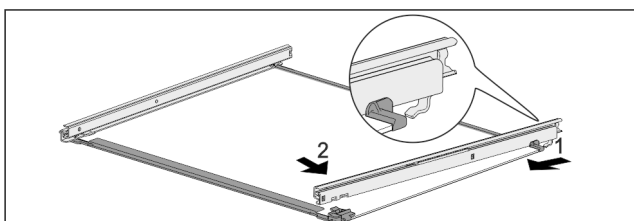

Fig. 59 Glasplade med skinner
- ▶ Fastgør skinnen bagtil. Fig. 59 (1)
- ▶ Lad skinnen gå i indgreb foran. Fig. 59 (2)